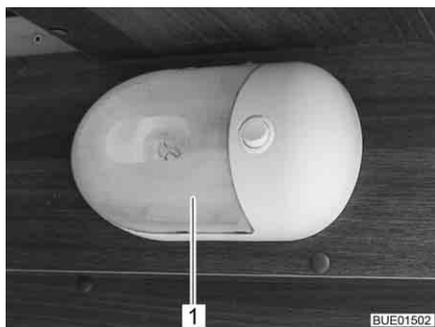

Fig. 286 Luminaire apparent
- Presser le couvercle transparent (Fig. 286,1) avec précaution des deux côtés, l'éloigner légèrement du commutateur et le retirer par l'avant.